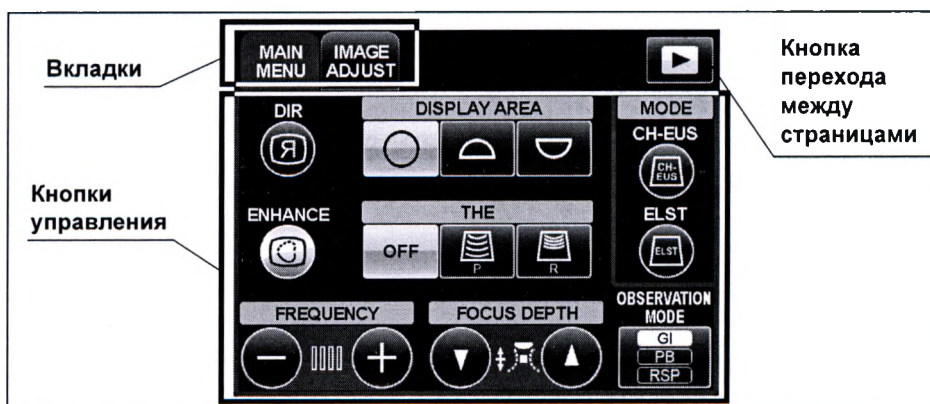

Рисунок 7.50
- На рис. 7.50 показан дисплей сенсорной панели при использовании ультразвукового эндоскопа с электронным радиальным сканированием.